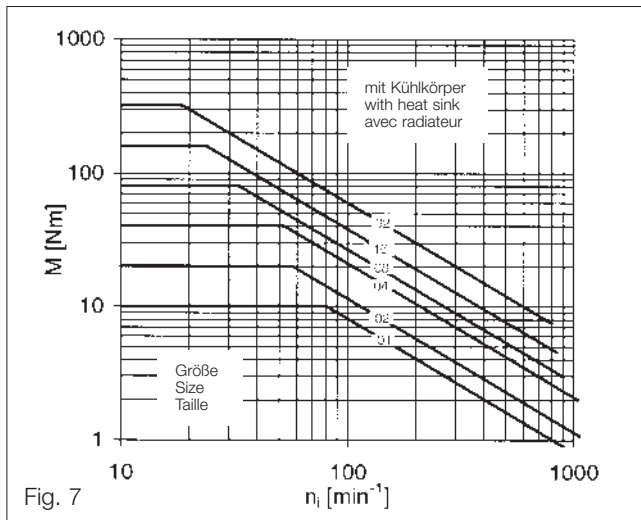

Fig. 7
$$n_{\max} \leq n_{\text{zul}} \quad - 14.502.01 \dots (04) \cong 3000 \text{ min}^{-1} / 14.512.01 \dots (32) \cong \text{Fig. 7 + 8}$$
($M_{zul} \triangleq$ Fig. 7 + 8)
Die Diagramme Fig. 7 + 8 zeigen die für Magnetpulver-Bremsen max. zul. Bremsmomente in Abhängigkeit von der Drehzahl n_i des Sekundärbauteils.
The diagrams figs. 7 + 8 show the maximum permissible torques for magnetic particle brakes, depending on the secondary rotor speed n_i .